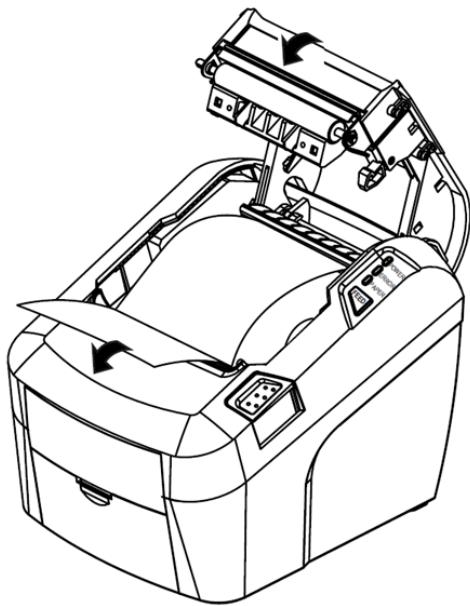

Рисунок 9 – Закривання кришки чекової стрічки
- витягніть смужку паперу, після чого закрійте кришку чекової стрічки (рисунок 9);
- закрити кришку чекової стрічки (рисунок 9).